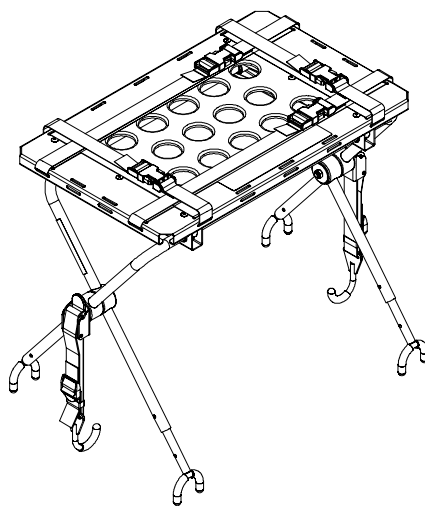

Figure 17 – Ouvrir les pieds du plateau porte-défibrillateur
2. Ouvrir et déployer les pieds du plateau porte-défibrillateur (Figure 17).